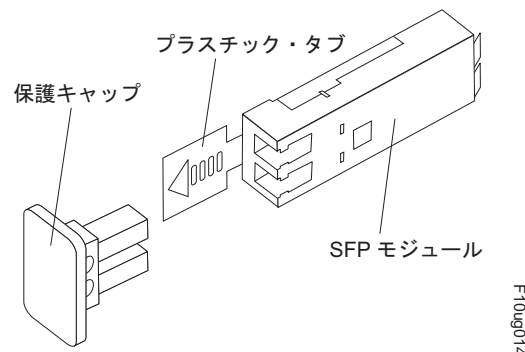

図 20. Small Form-Factor Pluggable (SFP または SFP+) モジュール
2. 図 20 に示されているように、SFP または SFP+ モジュールから保護キャップを取り外します。将来の利用に備えて、保護キャップを保存しておきます。